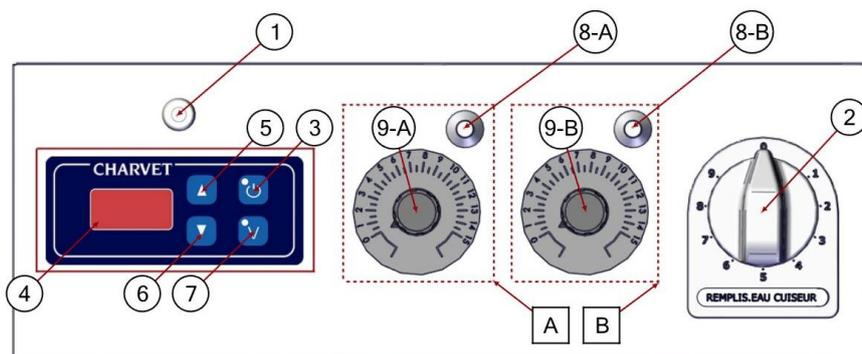

Fig. 1
1. Mettre l'appareil sous tension. Le voyant blanc (Fig. 1 – Rep. 1) s'allume.
2. Mettre la commande de régulation en température en appuyant sur la touche « Marche / Arrêt » (Fig. 1 – Rep. 3), le voyant associée à la touche s'éclaire, l'écran (Fig. 1 – Rep. 4) également.
S'assurer que le voyant de la touche « V » (Fig. 1 – Rep. 7) est éteint, sinon, appuyer sur la touche pour désactiver la fonction.
3. Tourner la commande de remplissage de la cuve en eau (Fig. 1 – Rep. 2).
4. Sélectionner la température désirée à l'aide des touches fléchées « haut » et « bas » (Fig. 1 – Rep. 5 & 6).
INFORMATION	<p>Fonctionnement de l'option relevage automatique :</p> <p>La cuve du cuiseur à pâtes permet d'accueillir jusqu'à 6 paniers en même temps. Lorsque l'appareil est équipé de la fonction relevage automatique, le relevage automatique des trois paniers du côté gauche (Fig. 1 – Rep. A) est indépendant (Motorisation et minuterie) du relevage automatique des trois paniers du côté droit (Fig. 1 - Rep. B).</p>
2. Sélectionner le temps de cuisson désiré (De 1 à 15 minutes) pour les trois paniers du côté voulu à l'aide du potentiomètre approprié (Fig. 1 – Rep. 9-A pour les trois paniers de gauche, Fig. 1 – Rep. 9-B pour les trois paniers de droite).
3. Appuyer sur le poussoir approprié pour faire descendre le groupe de paniers voulu (Fig. 1 – Rep. 8-A pour les trois paniers de gauche, Fig. 1 – Rep. 8-B pour les trois paniers de droite).
2. Activer la commande de régulation en température en appuyant sur la touche « Marche / Arrêt » (Fig. 1 – Rep. 3), le voyant associée à la touche s'éclaire, l'écran (Fig. 1 – Rep. 4) également.